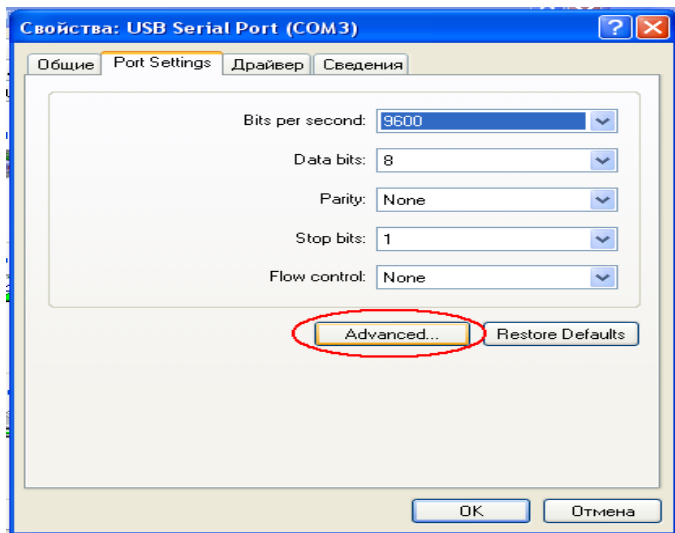

Рисунок 18
- Далее выбрать вкладку «Port Settings» и нажать «Advanced...» (см. рисунок 18).